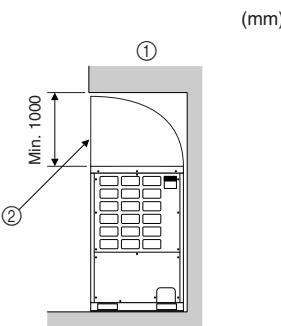

Fig. 2-5
- ① S'il existe un petit espace entre l'appareil et l'obstruction (Fig. 2-5)
- ② Installer un guidage de sortie d'air (à se procurer auprès d'un revendeur local).